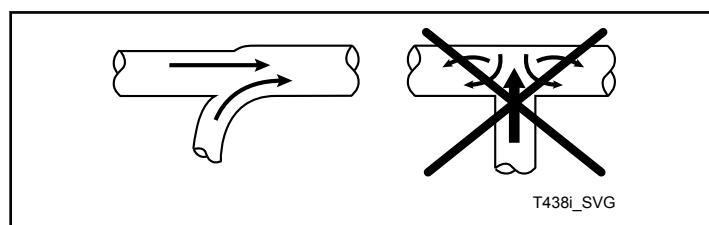

Figure 13
**REMARQUE : Ne jamais connecter une conduite de séchoir à une conduite de collecteur à un angle de 90°. Se reporter à la *Figure 13*. Une telle procédure peut causer une contre-pression trop importante et affecter négativement les performances du séchoir. Ne jamais connecter les deux conduites d'évacuation des séchoirs en les croisant et au point de connexion de la conduite d'admission.**